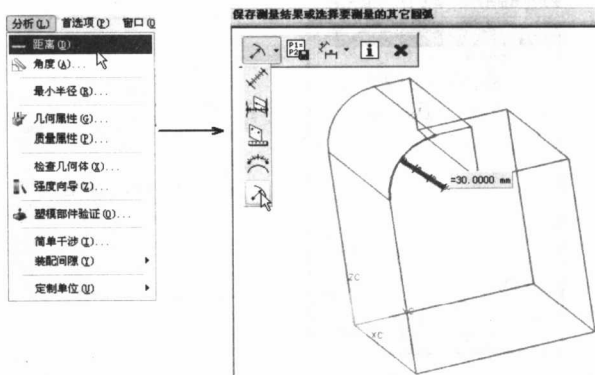

图 1-6 测量分析
(6) 分析距离选项不仅可以测量距离、长度等,还可以独立测量半径。如图 1-6 所示。